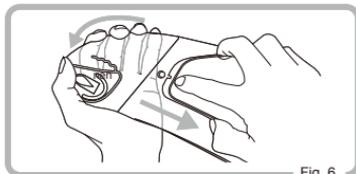

Fig. 6
- ① Rimuovere la visiera dal casco.
- ② Rimuovere la lente Pinlock® Original Insert Lens dai perni eccentrici flettendo la visiera. (Fig.6)